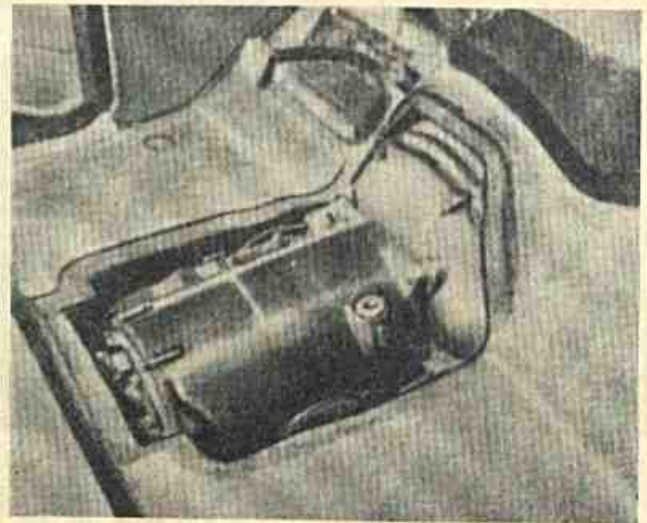

Fig. 104 — Foi removida a cobertura do orifício de exame da transmissão, no assoalho.
- 8 — Retira-se a cobertura do orifício do assoalho (fig. 104). Limpa-se a transmissão para que não penetre poeira quando a cobertura lateral for retirada.